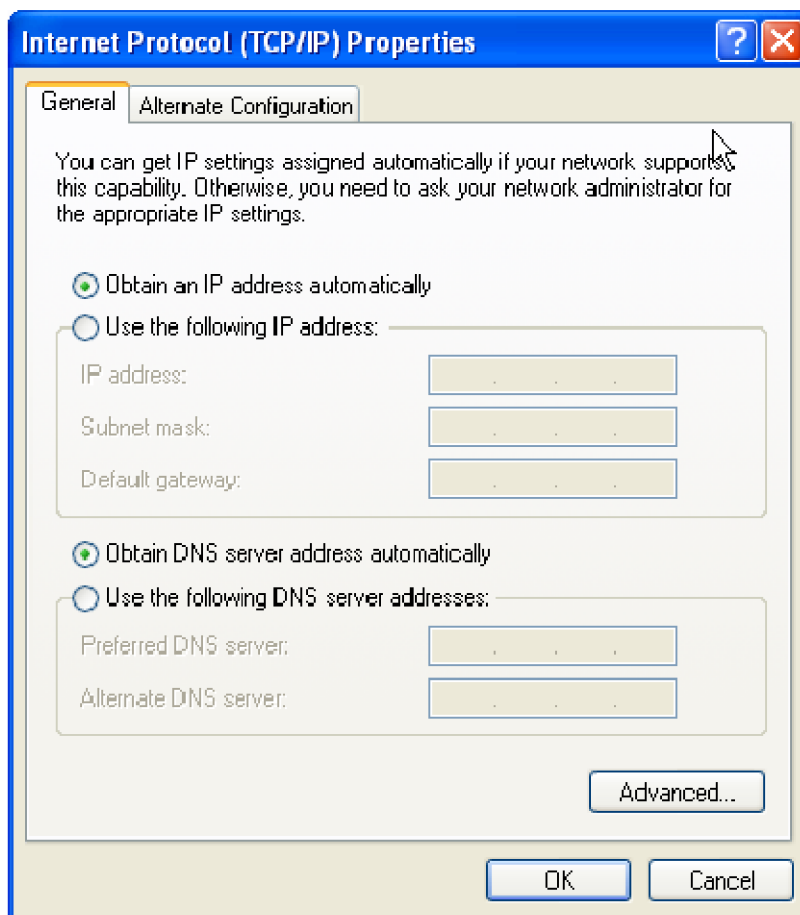

図 19: IP Properties ダイアログ・ボックス
5. リストを下にスクロールして Internet Protocol (TCP/IP) を選択し、Properties をクリックします。Internet Protocol (TCP/IP) Properties ダイアログ・ボックスが表示されます。(図 19 参照)。